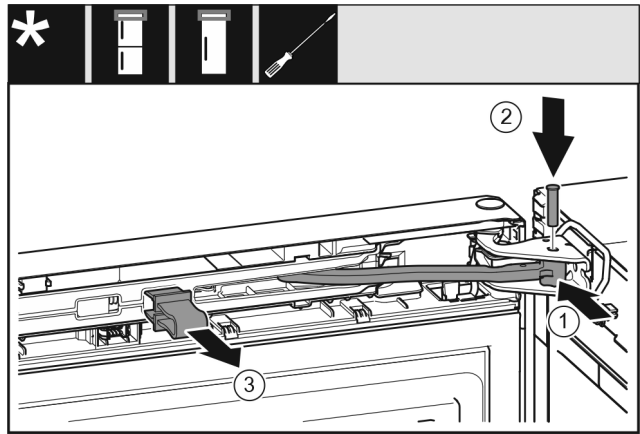

Fig. 26
- ▶ Okrenite zglob u podlošku ležaja. Fig. 26 (1)
- ▶ Umetnite svornjak u podložak ležaja i zglob. Pritom pazite da ispučenje za blokiranje ispravno dosjedne u utor. Fig. 26 (2)
- ▶ Skinite osigurač. Fig. 26 (3)